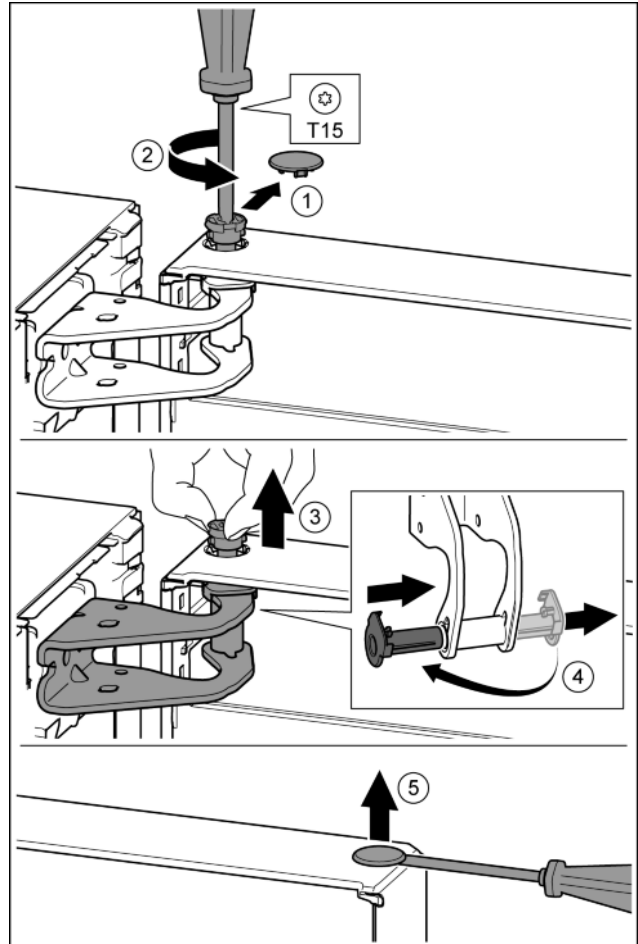

Fig. 12
- ▶ Veiligheidsafdekking voorzichtig eraf trekken. Fig. 12 (1)
- ▶ Bout met schroevendraaier T15 een stukje eruit draaien. Fig. 12 (2)
- ▶ De deur vasthouden en de bout met de vingers eruit trekken. Fig. 12 (3)
- ▶ Lagerbussen uit de geleiding trekken. Op de andere kant aanbrengen en vastklikken. Fig. 12 (4)
- ▶ Stop voorzichtig met een sleufschroevendraaier uit de lagerbus van de deur optillen en eruit trekken. Fig. 12 (5)